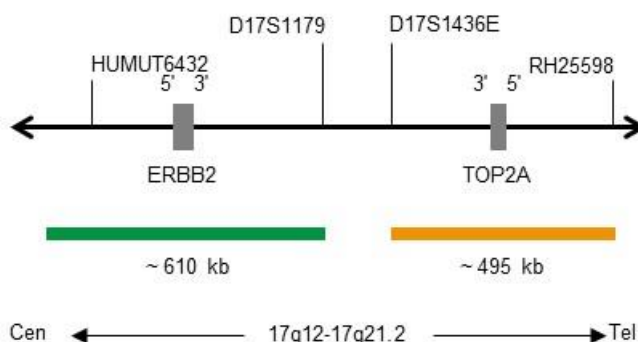

Fig. 1. SPEC ERBB2/TOP2A Mapa de la sonda (no está a escala)
- Polinucleótidos marcados en verde (excitación a 503 nm/emisión a 528 nm) ZyGreen (~10,0 ng/μl), dirigidos a secuencias localizadas en 17q12-q21.1\* (chr17:37,572,531-38,181,308), que alberga la región del gen ERBB2 (ver Fig. 1).
- Polinucleótidos marcados en naranja (excitación a 547 nm/emisión a 572 nm) ZyOrange (~4.5 ng/μl), dirigidos a secuencias localizadas en 17q21.1-q21.2\* (chr17:38,323,741-38,818,030), que alberga la región del gen TOP2A (ver Fig. 1).